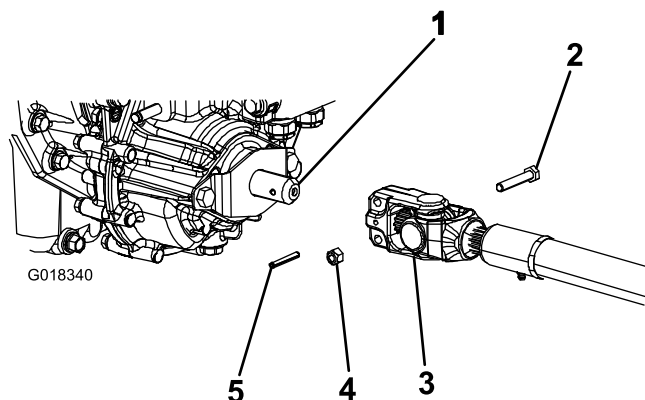

Figura 4
3. Posicione o veio da transmissão da tomada de força por baixo da parte frontal da máquina. Certifique-se de que a culatra do veio de deslizamento do veio propulsor está posicionada na direção do veio da transmissão (Figura 4)